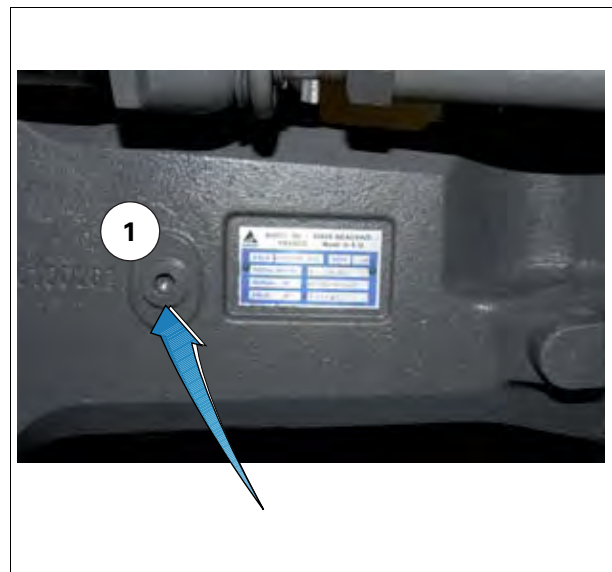

Рис. 1.
2. Снимите сливную пробку (2) и заливную пробку (1) *рис. 1*. Подождите, пока стечет масло.